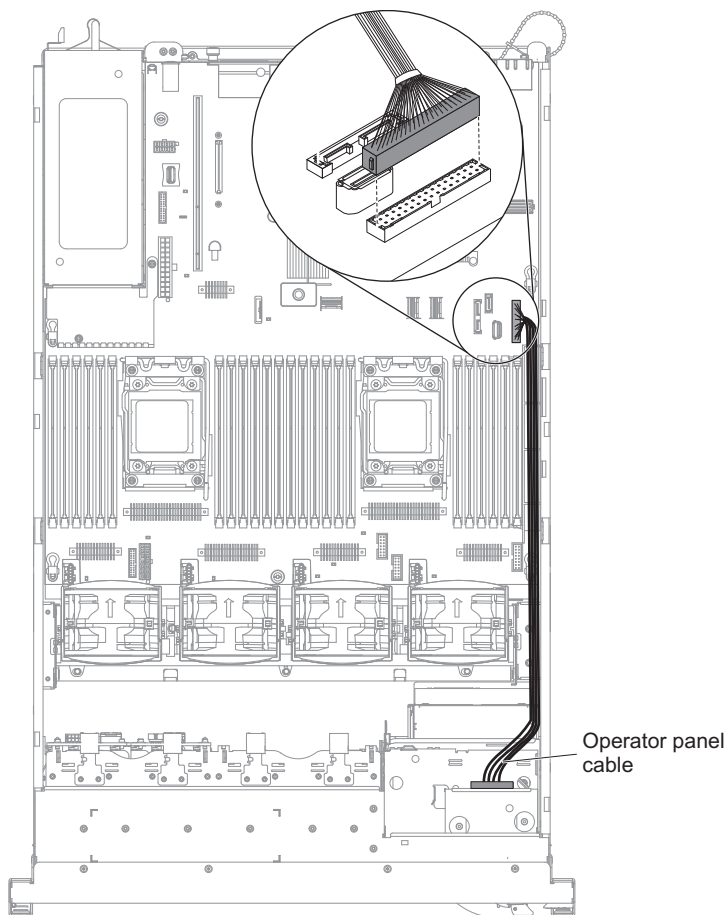

Figura 258. Conectando o cabo do painel de informações do operador do 2145-DH8
4. Para conectar o cabo do painel de informações do operador na placa-mãe, pressione para baixo o cabo uniformemente, conforme mostrado no Figura 258 na página 321. Pressionar um lado do cabo pode danificar o cabo ou conector.